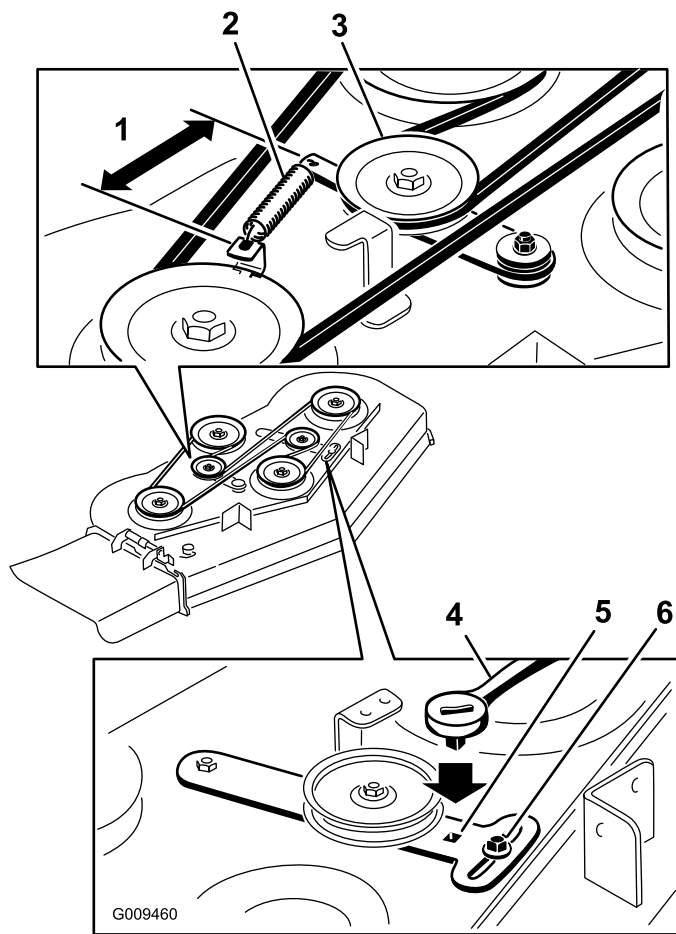

Bild 66
5. Nehmen Sie den verschlissenen Mähwerkriemen ab (Bild 66).
6. Verlegen Sie einen neuen Mähwerkriemen um die Riemenscheiben des Mähwerks und der Kupplung (Bild 66).
7. Stecken Sie eine Ratsche in den Spannarm und ziehen Sie die Spannscheibe fest, bis die Feder zwischen den Haken 14,6 cm gedehnt ist (Bild 66).